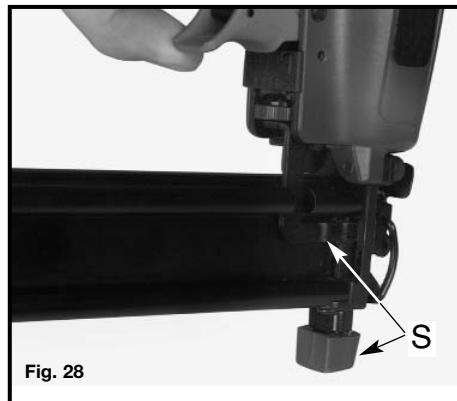

Fig. 28
Esta herramienta se despacha de fábrica con un disparador de “**accionamiento secuencial simple**”. **Para disparar, sostenga la herramienta con firmeza para mantener el control, ubique la boca de la herramienta contra la superficie de trabajo para oprimir el seguro (S) Fig. 28, y oprima el disparador para disparar un clavo.** Permita que la herramienta se repliegue de la superficie de trabajo cuando se clava el clavo. Este método de “**accionamiento secuencial simple**” brinda la ubicación más exacta del elemento de fijación.